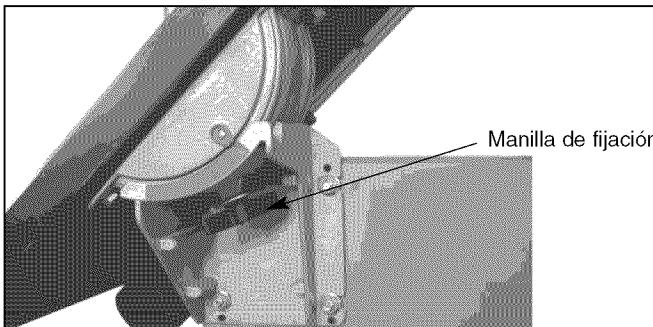

Figura 27 – Inclinación de la Mesa
- Para inclinar la mesa, afloje la manilla de fijación en el muñón de la mesa, ajuste la mesa al ángulo necesario y apriete la manilla de fijación de mariposa (véase la Figura 27).
Consulte la Figura 27 en la página 28.